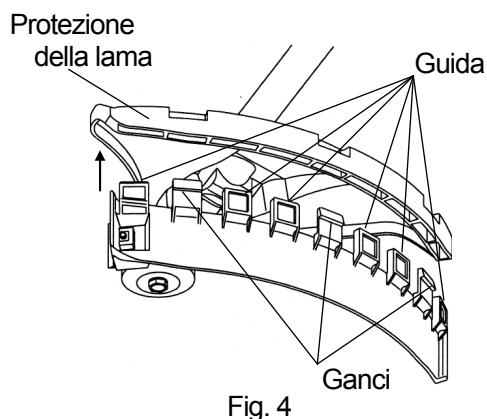
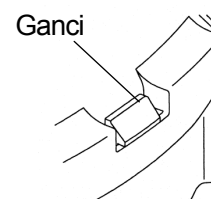

Fig. 4
Fig. 5
3. Introdurre la guida nella fessura della protezione lama Fig. 4. Accertarsi di posizionare i tre ganci nelle posizioni sulla protezione indicate in Fig. 5.